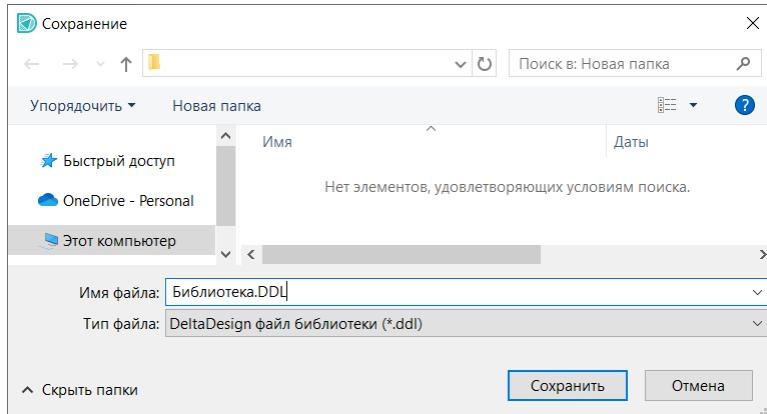

Рис. 32 Окно проводника для выбора полного имени экспортируемого файла
**Примечание!** Для отображения окна проводника «Сохранение» можно воспользоваться символом , расположенным в правой части поля «Имя файла», и выбрать полное имя экспортируемого файла формата **.ddl**, см. Рис. 32